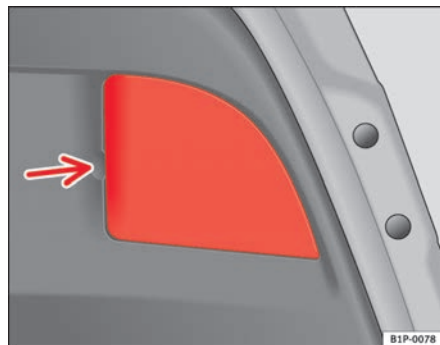

Fig. 167 Luces en el portón
- Retire la tapa tirando de ella. Ver flecha ⇒ fig. 167.